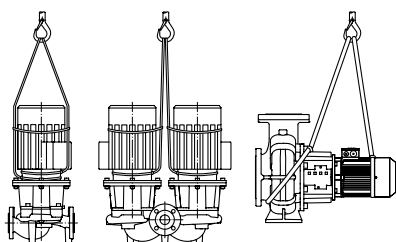

Рис. 7. Транспортировка насоса
Рис. 7а. Транспортировка электродвигателя
- Проушины для транспортировки на электродвигателе служат только для задания направления при захвате груза (Рис. 7).
- Проушины для транспортировки на электродвигателе служат только для транспортировки электродвигателя, транспортировка всего насоса с их помощью недопустима (Рис. 7а).